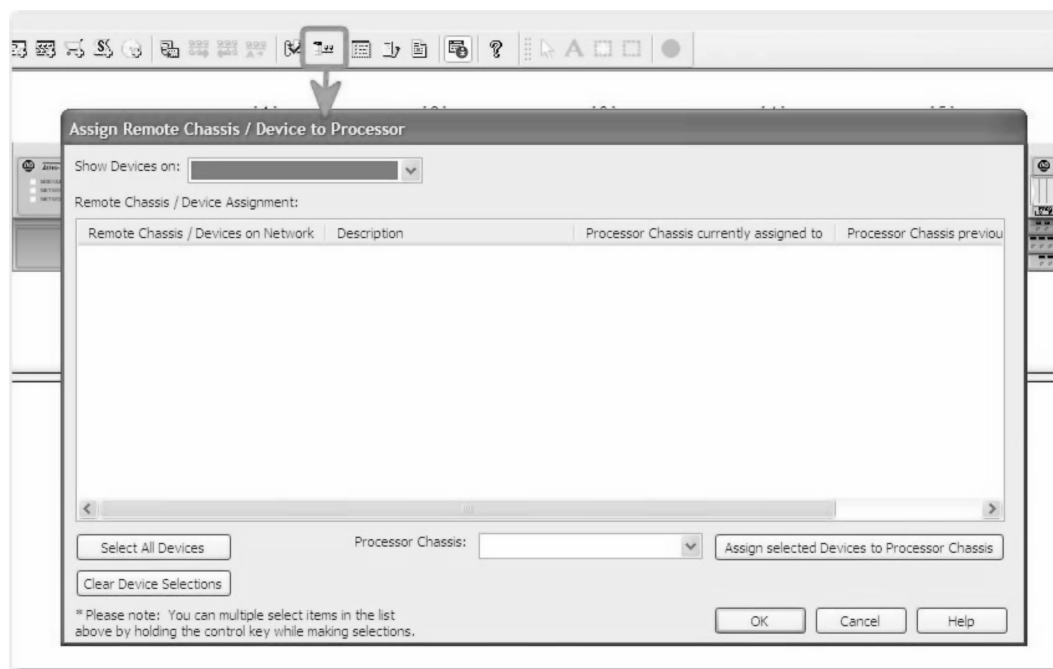

图 26-174 远程机架/设备分配视图
1. 单击 IAB 工具栏上的“分配处理器连接”（Assign Processor Connections）按钮。IAB 会显示“为处理器分配远程机架/设备”（Assign Remote Chassis/ Device to Processor）对话框，如图 26-174 所示。